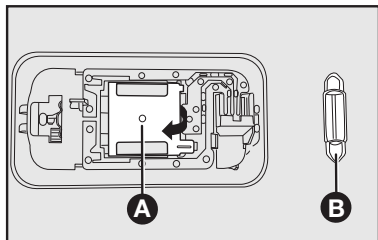

fig. 40
- Abrir a tampa **A-fig. 40**, com auxílio de uma chave de fenda, no sentido indicado pela seta;
- Retirar a lâmpada **B-fig. 40** e substituí-la;